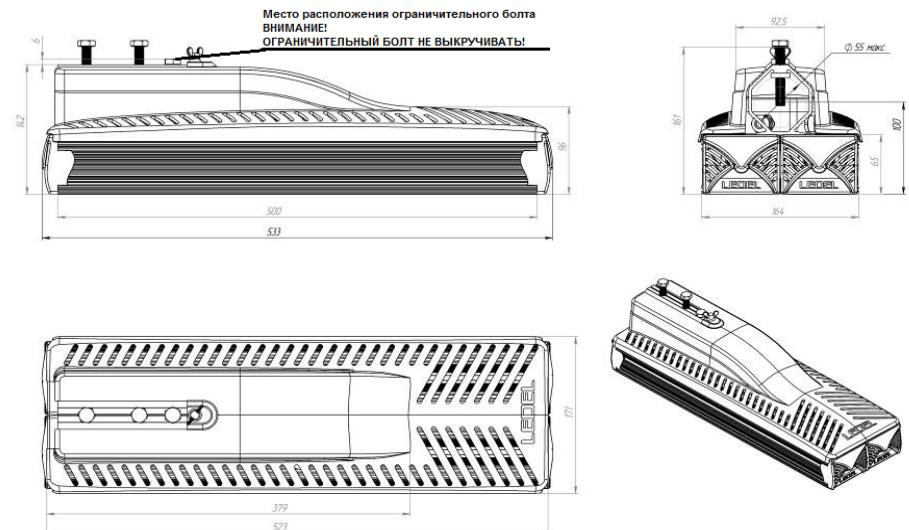

Рисунок 1 Габаритные размеры светильника «L-street 48»
- a) Ослабить фиксирующие болты (кроме ограничительного болта, см. рис. 1);